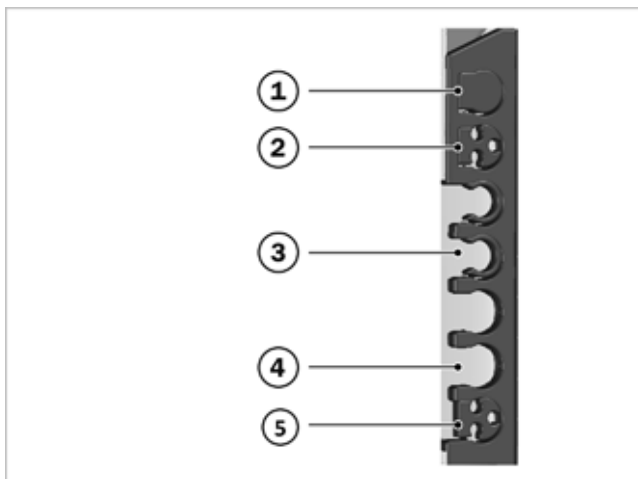

Fig. 41: Adaptadores de las conducciones
- Tienda el otro extremo del tubo de condensación con una reducción triple (véase → Fig. 41, 2) por una conducción o bien a la derecha, o bien a la izquierda, del soporte teniendo en cuenta una pendiente suficiente.
2. Tienda la tubería de gas con ayuda de una reducción triple (véase → Fig. 41, 2) por una de las conducciones superiores en el lado derecho o en el izquierdo del soporte.